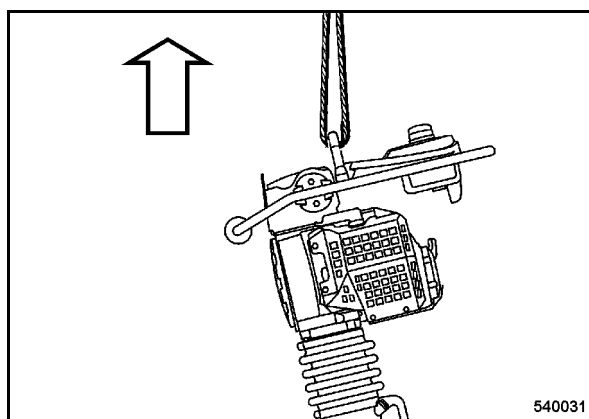

рис. 27
- Для погрузки трамбовки подвешивать грузоподъемное устройство за поперечину направляющего бугеля (рис. 27).